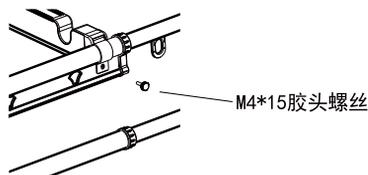

图 6
10. 安装衣杆组件: 转动剪刀架上的固定扣板, 接着将晾杆放入(注意孔位对齐), 最后拧上螺钉即可(如图6所示)。